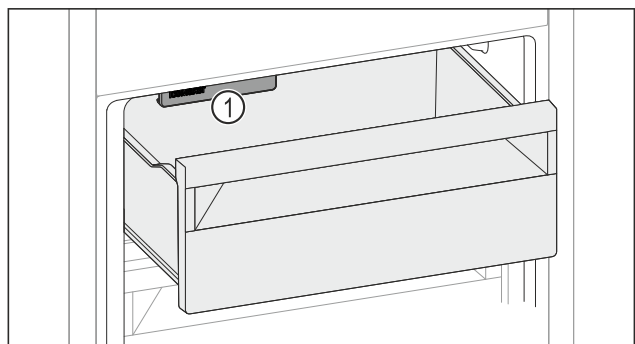

Fig. 224
- ▶ Слідкувати за функцією IceMaker Fig. 224 (1).